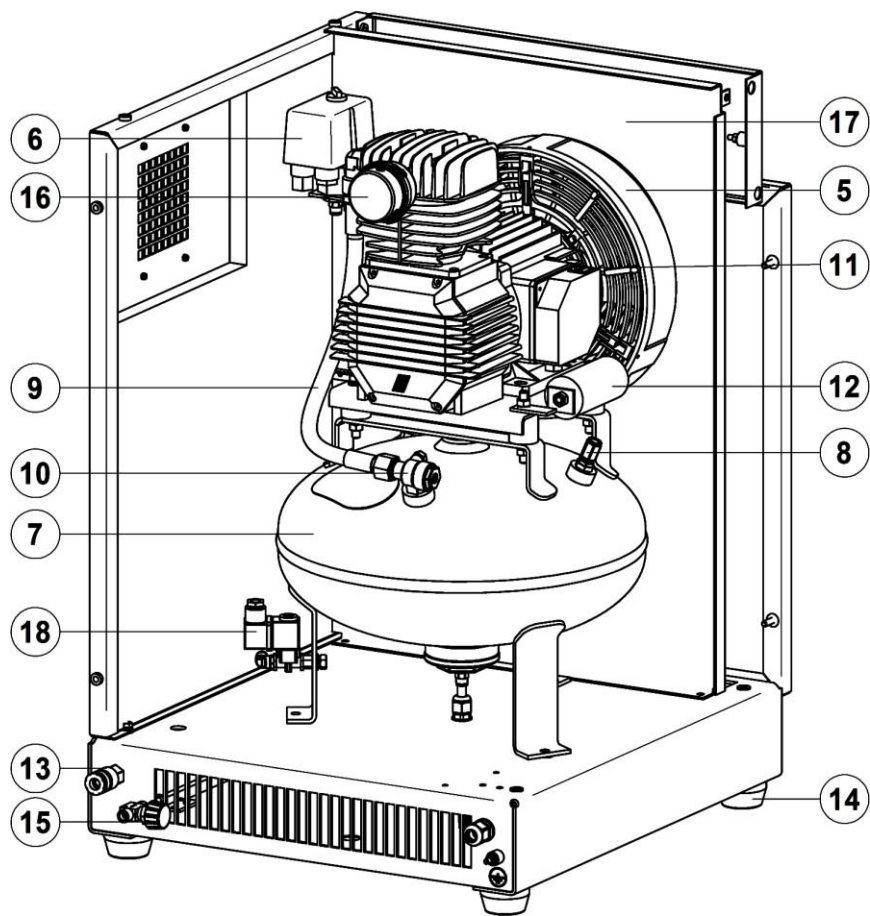

Рисунок 3 - Общий вид компрессора СБ4-16.GMS150К
- Выверните фильтр 16 (рис. 3, 5) при обслуживании компрессора с поршневым блоком GMS150. Ослабьте крышку всасывающего фильтра;